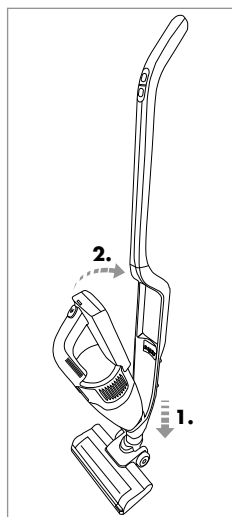

Rys. 2
- 1) Odkręć śrubę **18** z tyłu na trzonku **12** wkręćnikiem krzyżakowym obracając go w lewo. Wyciągnij śrubę **18** z otworu śruby na trzonku **12** (rys. 2).
- 2) Załóż trzonek **12** na uchwyt trzonka znajdujący się na urządzeniu. Wsuń trzonek **12** całkowicie na uchwyt trzonka, aż mocno będzie osadzony na urządzeniu (rys. 2).
- 3) Włóż śrubę **18** ponownie w otwór śruby z tyłu na trzonku **12**. Dokręć śrubę **18** wkręćnikiem krzyżakowym obracając go w prawo (rys. 2).